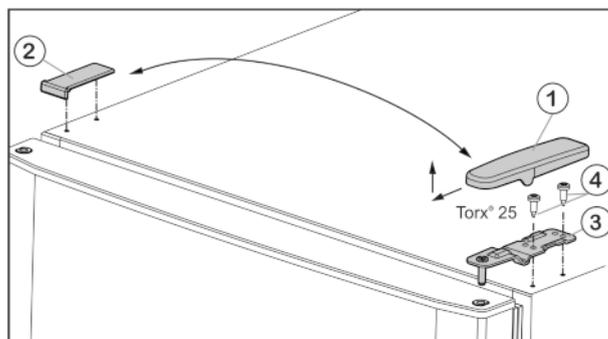

Fig. 4
► Потяните крышку Fig. 4 (1) вперед и вверх.
► Снимите крышку Fig. 4 (2).
► Открутите верхний опорный кронштейн Fig. 4 (3) (2 шт. Torx® 25) Fig. 4 (4) и вытяните вверх.
- ▶ Установите верхний опорный кронштейн Fig. 4 (3) на новой стороне шарнира и защелкните в дверце.
- ▶ Привинтите верхний опорный кронштейн (с моментом 4 Нм) (2 шт. Torx® 25) Fig. 4 (4). При необходимости используйте аккумуляторный шурупверт.
- ▶ Наденьте и защелкните крышку Fig. 4 (1) на противоположной стороне снаружи.
- ▶ Также наденьте сверху и защелкните крышку Fig. 4 (2) на противоположной стороне.